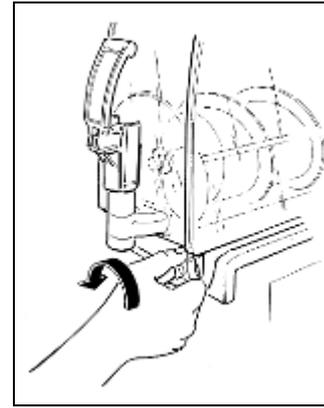

Fig. 1
**L**'apparecchio su una superficie orizzontale e solida facendo in modo che la carrozzeria dell'apparecchio sia ben areata (almeno 20 cm di spazio libero, fig.1), installare l'apparecchio in un ambiente asciutto ed evitare di installarlo
- **S**vitare e sfilare i pomelli (vedi fig.1).